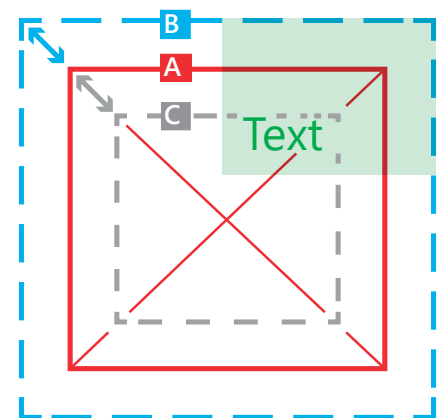

Abb.1
1. Viereckige Zuschnitte (Abb. 1):